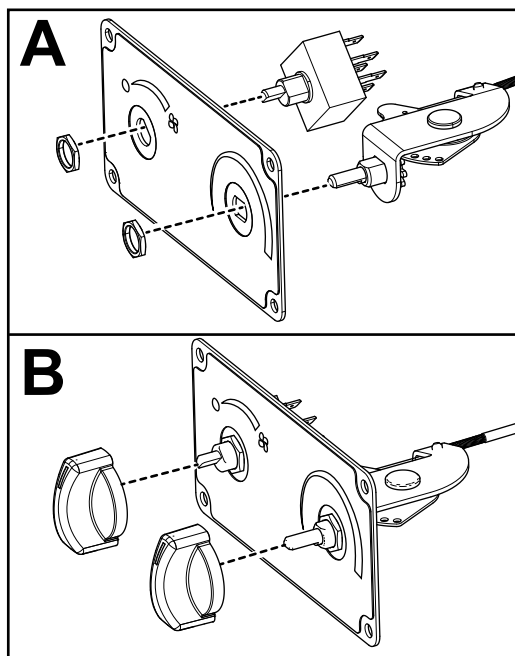

Figura 5
4. Instale los 2 interruptores en el panel de control con 2 tuercas de interruptor (7/16"), tal y como se muestra en la sección A de la Figura 5.
5. Instale un mando sobre cada interruptor (B en la Figura 5).